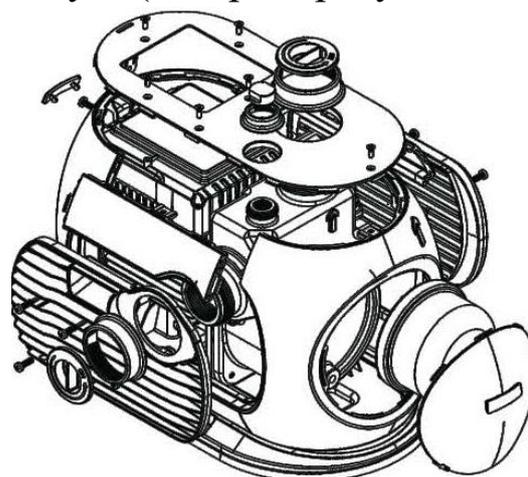

Рисунок 10
4. Подденьте и снимите переднюю пластину кожуха (смотрите рисунок 10 ниже).